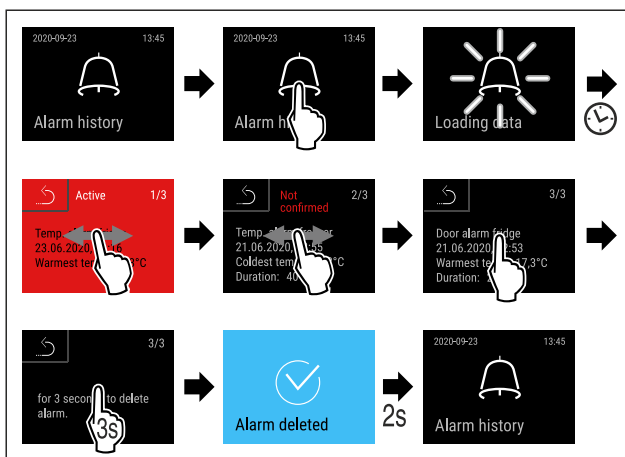

Fig. 165
- ▶ Провести етапи операцій (див. Fig. 165).